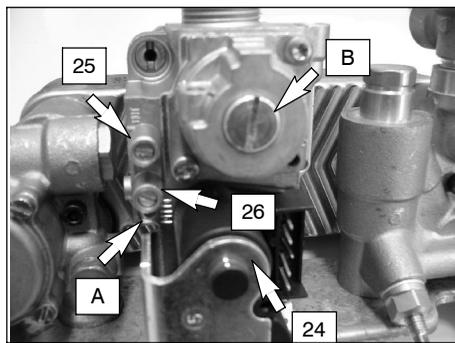

fig. 7.4
Dopo ogni misurazione delle pressioni gas, **richiudere bene** le prese di pressione utilizzate (26 e 25 in fig. 7.4). Dopo ogni operazione di regolazione gas **gli organi di regolazione della valvola devono essere sigillati**.
- 2 A caldaia spenta (fuori servizio), controllare la pressione di alimentazione utilizzando la presa 26 in fig. 7.4 e confrontare il valore letto con quelli riportati nella tabella **Pressioni di alimentazione gas** a pag. 10
- 1 Aprire la presa di pressione 25 (fig. 7.4) e collegare un manometro.
- 7 Confrontare il valore di pressione misurato con quello indicato in tab. 7.1. Per tarare la pressione minima al bruciatore agire sulla vite A (fig. 7.4).
- 9 **Chiudere la presa di pressione 25** in fig. 7.4
- 6 Confrontare il valore di pressione misurato con quello indicato in tab. 7.2. Per tarare la pressione massima al bruciatore agire sulla vite B (fig. 7.4). Ruota la vite in senso orario per aumentare o in senso antiorario per diminuire il flusso di gas al bruciatore
IMPORTANTE: Dopo ogni misurazione delle pressioni gas, richiudere bene le prese di pressione utilizzate (26 e 25 in fig. 7.4). Dopo ogni operazione di regolazione gas gli organi di regolazione della valvola devono essere sigillati.